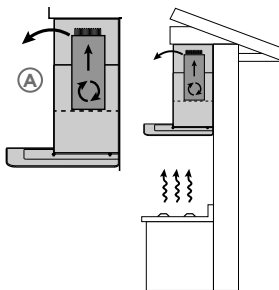

Fig. 5
1. O ar impuro e os vapores gordurosos provenientes do fogão (cooktop, etc.) são filtrados e retidos pelos filtros da coifa. O ar depurado é então direcionado novamente para dentro do ambiente (Fig. 5).
2. Assim sendo a instalação do duto de exaustão deverá ficar em uma posição em que este fique próximo ao teto e próximo às saídas laterais de ar da proteção decorativa ("A" - Fig. 5), proporcionando maior efetividade ao processo de depuração do aparelho.